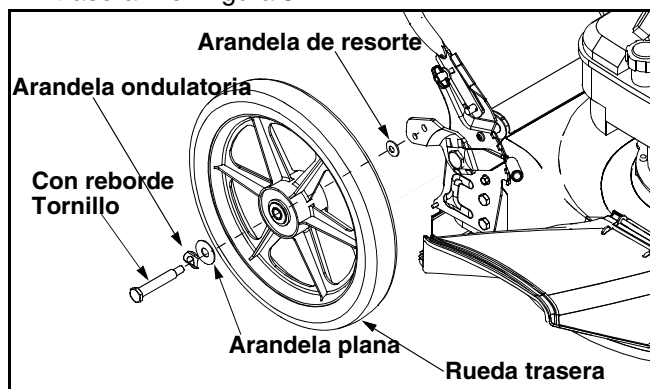

Figura 5
- Sujete el tornillo con el hardware a la barra pivote trasera. Ver Figura 5.